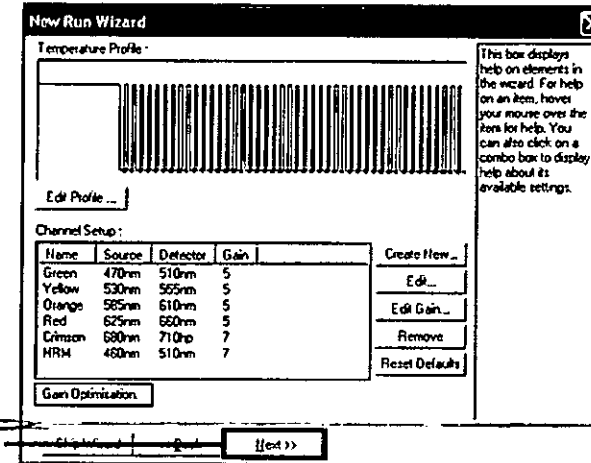

Ilustración 32. Botón "Next" (Siguiente) (1)
15. Haga clic en "Next" (Siguiente) (ilustración 32) para guardar el molde del kit *therascreen* EGFR RGQ PCR (archivo *.ret) en una ubicación adecuada. Para ello, seleccione "Save Template" (Guardar molde).